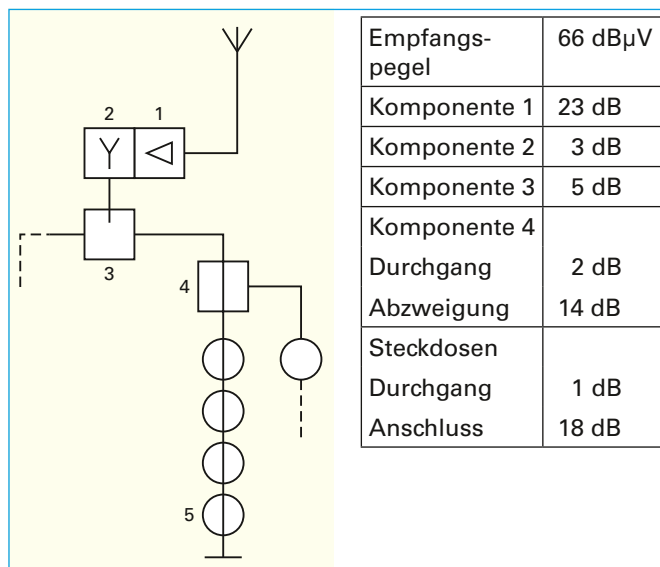

Bild 1: Baugruppen und Daten einer Antennenanlage
1.1 Geben Sie die fachgerechte Bezeichnung der Baugruppen ① bis ④ in **Bild 1** an.
- ① \_\_\_\_\_
② \_\_\_\_\_
③ \_\_\_\_\_
④ \_\_\_\_\_
1.3 Ermitteln Sie den Spannungspegel in dB $\mu$ V an der Steckdose ⑤ unter Berücksichtigung eines Antennengewinns von 15 dB und einer Gesamtkabeldämpfung von 4 dB sowie den in **Bild 1** angegebenen Dämpfungswerten.